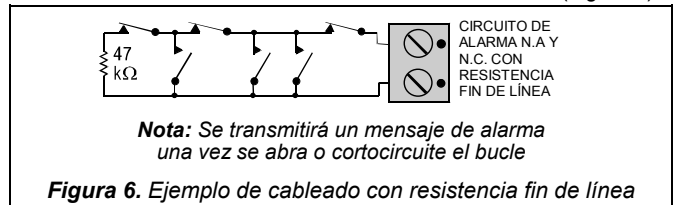

Figura 6. Ejemplo de cableado con resistencia fin de línea
C. Si la entrada auxiliar se define con resistencia E.O.L. (**microinterruptor 2 en ON**), podrá usar contactos normalmente abiertos (N.A.) y normalmente cerrados (N.C.) Para ello, conecte una resistencia fin de línea de 47kΩ al final del bucle (Figura 6).